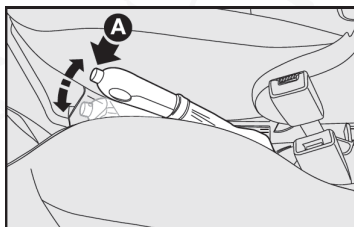

fig. 1
### FRENO DE ESTACIONAMIENTO - fig. 1
- 1) Levante un poco la palanca y presione el botón A-fig. 1.